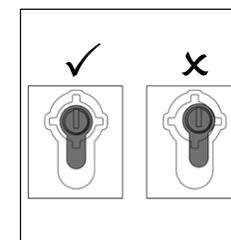

Fig. 9
■ Especialmente em cilindros embutidos, o rolo do cilindro deve estar centrado/centralizado na abertura, como mostrado na fig. 9.